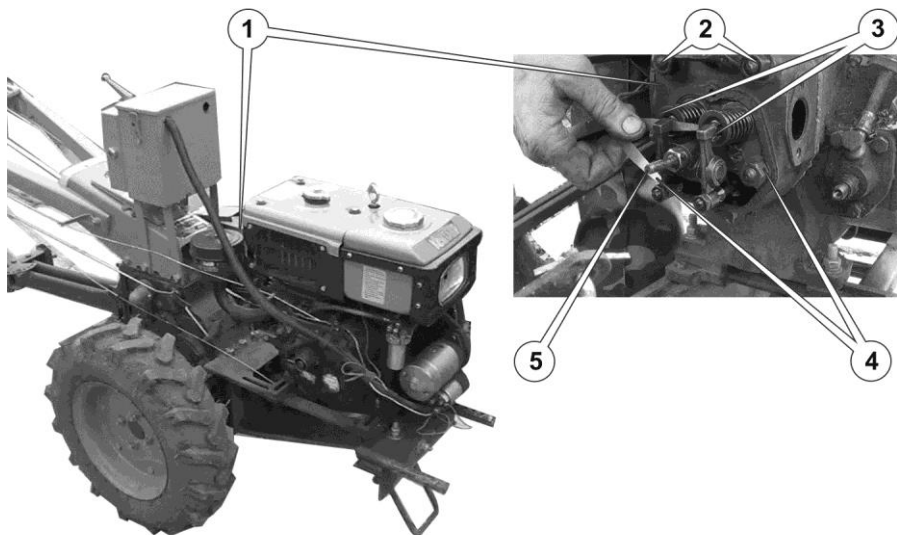

Рисунок 49. Відкрита головка циліндра
2. Необхідно перетягнути 4 гайки. Зніміть кришку клапанів, щоб мати доступ до гайок (4) (див. рис. 49.)